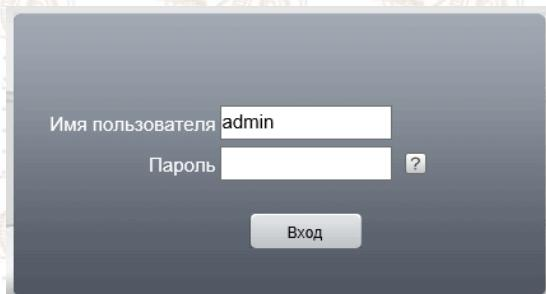
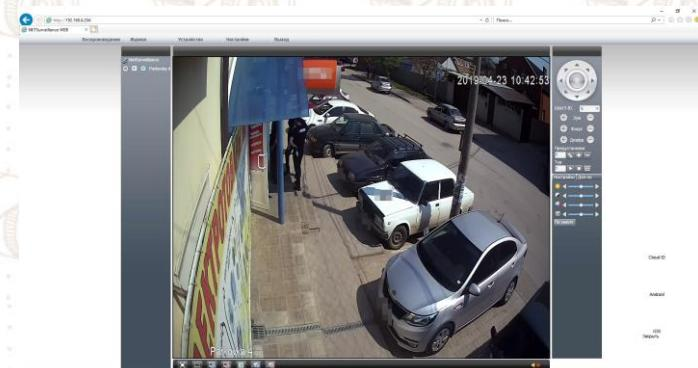

Рис.3 Поле авторизации
Рис.4 WEB-интерфейс видеокамеры
- после успешной установки компоненты будет приложено пройти авторизацию (Рис.3). По умолчанию имя пользователя: “admin”, значение пароля остается пустым. После успешной авторизации Вы перейдете в интерфейс камеры (Рис.4)